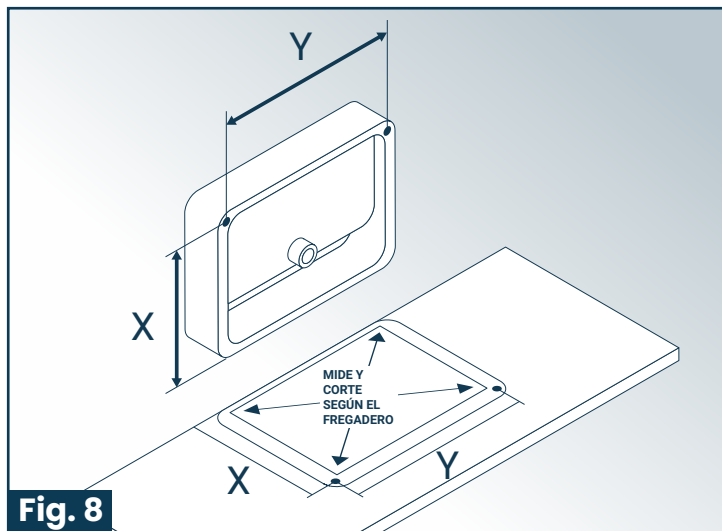

Fig. 8
4. Transfiere las dimensiones a tu encimera usando tu fregadero como plantilla. La distancia "X" e "Y" será una medida fija basada en su modelo de fregadero. Sin embargo, la posición del fregadero en el mostrador variará según la distancia que prefiera de la pared; asegúrese de considerar la ubicación del desagüe y el grifo al determinar la posición final del fregadero. (Fig. 8)